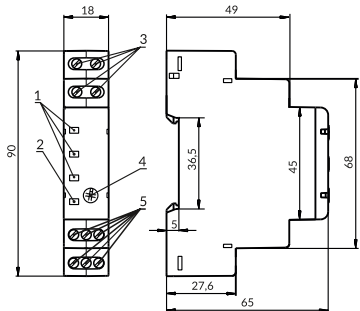

Рисунок 1
- 2) Регулятором **Тоткл (с)** (поз.4 рис. 1) установите время срабатывания защиты по перекосу фаз.